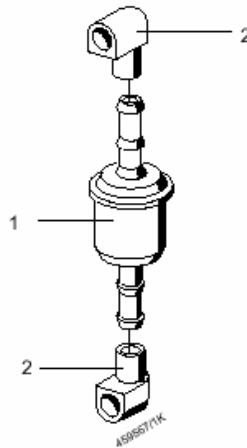

Fig 17: Pompbeschermingsfilter
1. Filter (Fig 17, Pos 1) samen met de winkelhaakdelen (Fig 17, Pos 2) boven en onder van hun bevestiging afnemen.